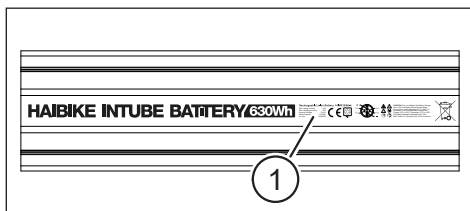

Fig. 6: Plaque signalétique sur la batterie Haibike Intube 630 Wh
La pos. 1 dans Fig. 6 indique la position de la plaque signalétique.